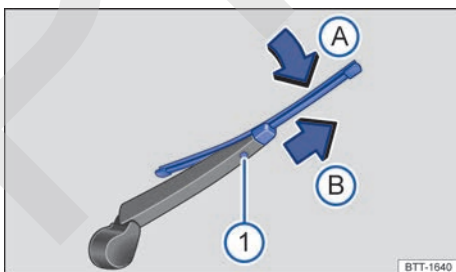

Fig. 188 Cambio de la escobilla limpiacristales de la luneta.
- Mantenga pulsada la tecla de desbloqueo → fig. 188 ①.
- Doble la escobilla en dirección al brazo del limpiacristales → fig. 188 (flecha A) y tire al mismo tiempo en el sentido de la flecha B. Es probable que tenga que emplear bastante fuerza.
- Inserte una escobilla nueva de la **misma longitud y tipo** en el brazo del limpiacristales en el sentido contrario al de la flecha → fig. 188 B hasta que encastre. Para ello la escobilla debe estar doblada → fig. 188 (flecha A).